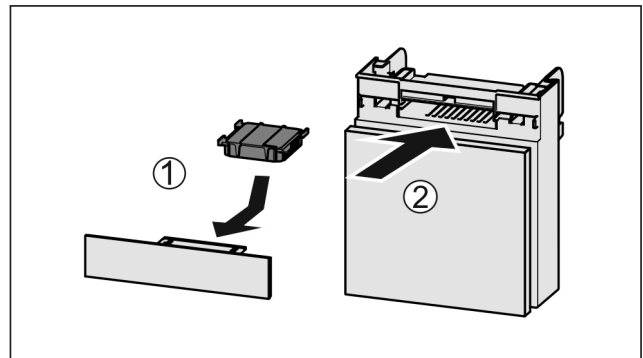

Fig. 104
- Insérer le filtre à charbon actif d'après le schéma Fig. 104 (1).
- Insérer le compartiment Fig. 104 (2).